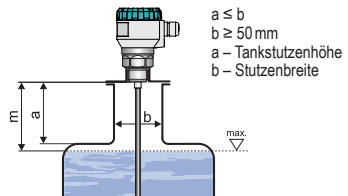

Abb. 5: Produkt im Einfüllstutzen installieren
- Das Produkt muss unterhalb des Einfüllstutzens installiert werden (siehe Abb. 5). Hier gilt: möglichst größter Stützendurchmesser, möglichst kleinste Stützenshöhe.